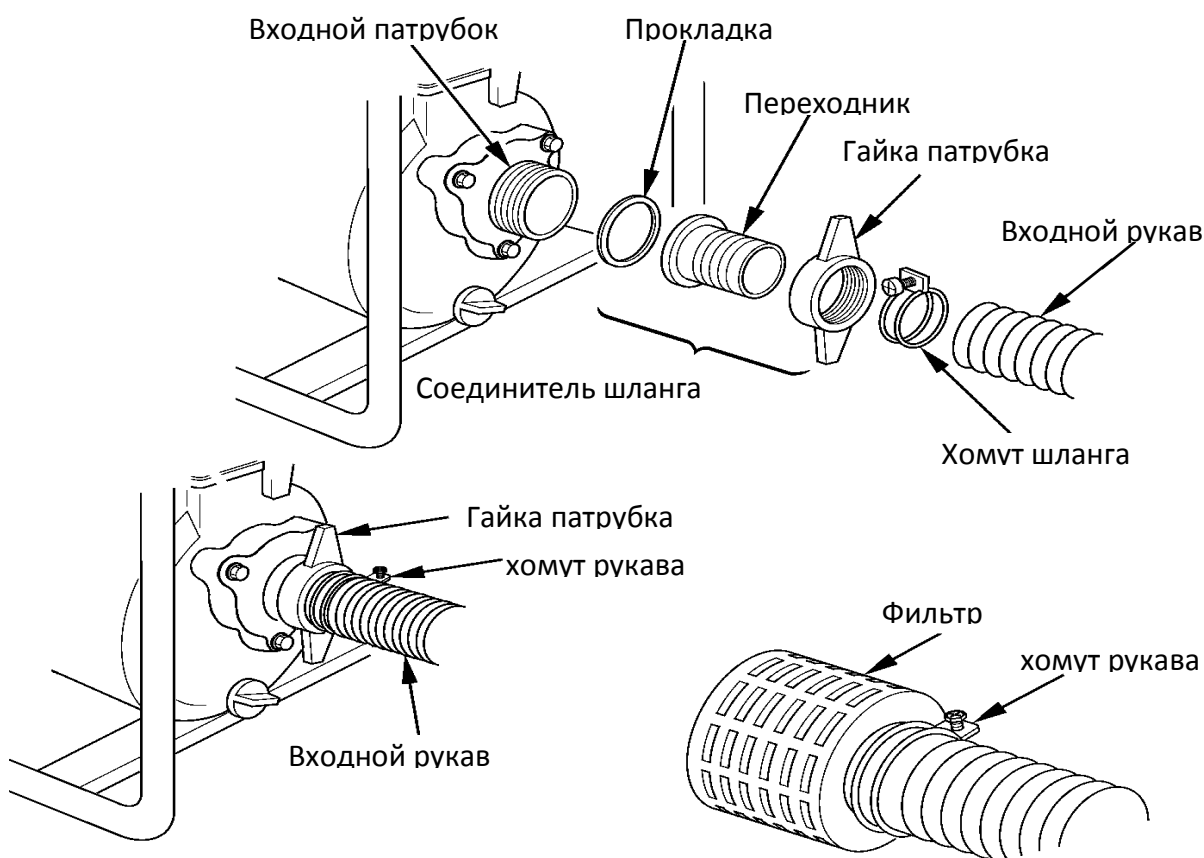

Рис.7
3. Смонтировать детали всасывающего и подающего тракта, для этого используйте имеющиеся в продаже рукава, и штатные соединители и хомуты. Необходимо использовать несминаемые(гофрированные) рукава, исключаящие «переламывание». Длина всасывающего рукава не должна превышать требуемую расчетную величину, так как от этого зависит максимальная эффективность работы насоса. Последовательность соединения показана на Рис.7